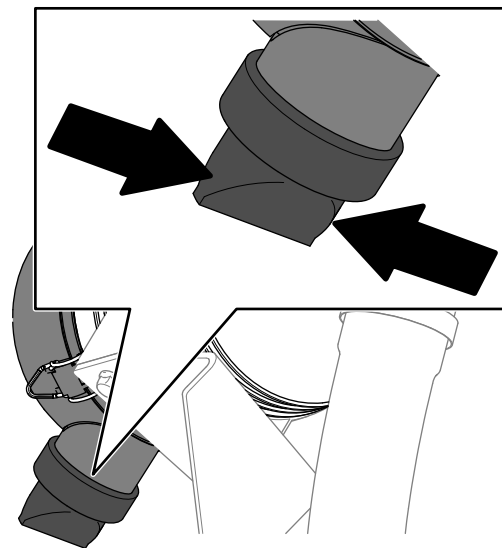

Figura 109
5. Strângeți supapa de evacuare a prafului (Figura 109).